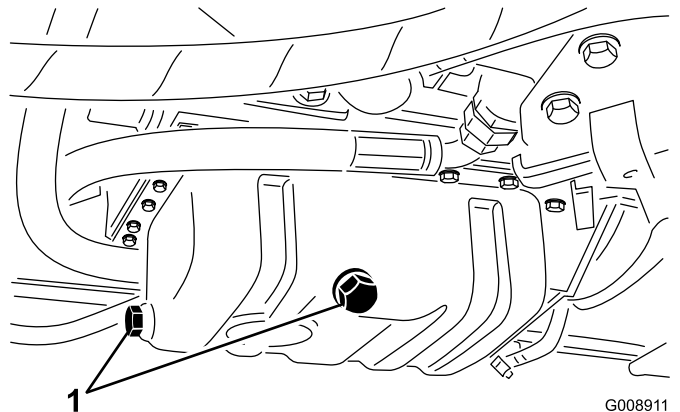

Figura 35
1. Togliete il tappo di spurgo (Figura 35) e lasciate defluire l'olio in una bacinella.